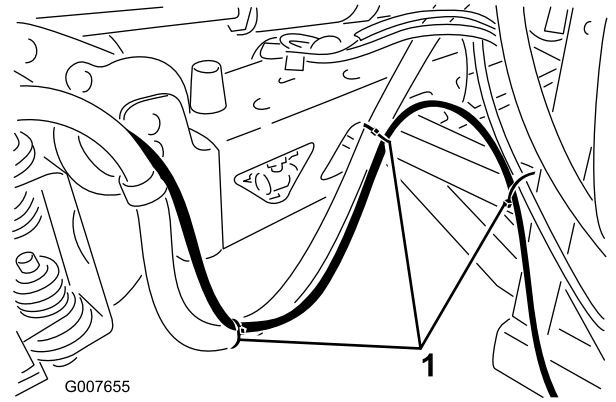

图 15
**注意** 使用扎带将管子固定到支柱上如图 15 所示的位置。